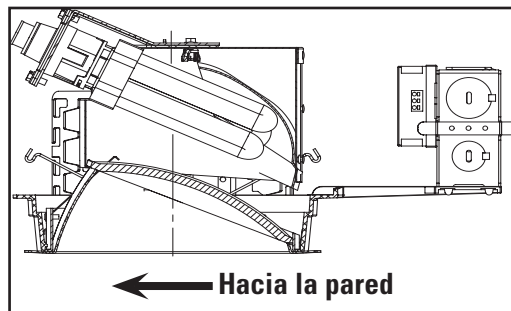

Figura 3.
3. Para instalar las lámparas: Inserte la base de la lámpara en el portacasquillo con firmeza y enrosque suavemente en el sentido de las agujas del reloj para asegurarla en su lugar. (Figura 3.)
La moldura queda sujeta en su lugar con los resortes de torsión que pasan a través de las ranuras en los soportes. Los soportes se encuentran ubicados a cada lado del marco de yeso. Al instalar la moldura, alinee los resortes de torsión con las ranuras. Y asegúrese de que la moldura tenga la orientación que se muestra en la ilustración. (Figura 3.)